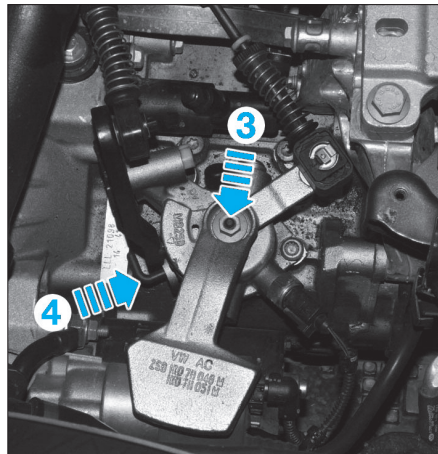
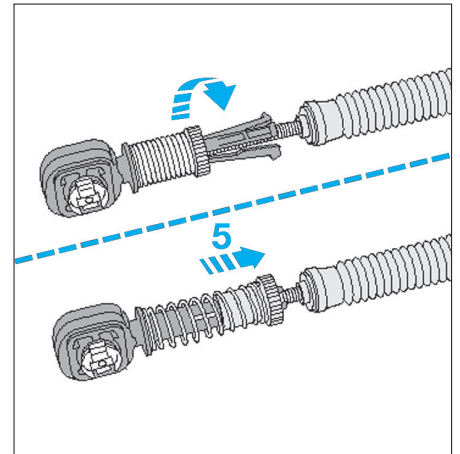

Fig. 11
Fig. 12
- Bloquer l'arbre de commande comme suit (Fig.11) :
- enfoncer l'arbre dans le sens de la flèche (3),
- pousser la pige (4) jusqu'à ce qu'elle s'enclenche dans l'arbre de commande.
- Sur chaque câble, tourner maintenant le mécanisme de sûreté vers la gauche jusqu'en butée (Fig.12).
- Remettre la pige (5) dans sa position initiale.